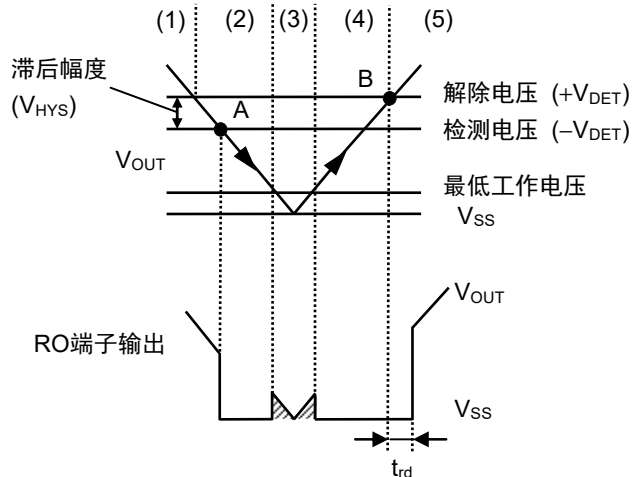

图23 检测器部分的时序图
- (1) 当稳压器的输出电压 (V_{OUT}) 大于或等于检测器的解除电压 ($+V_{DET}$) 时, N沟道晶体管 (N1, N2) 变为关, 向RO端子输出 "H"。此时, P沟道晶体管 (P1) 为开状态, 向比较器 (C1) 的输入电压为 $\frac{R_B \cdot V_{OUT}}{R_A + R_B}$ 。
- (2) 即使 V_{OUT} 降低到小于或等于 $+V_{DET}$ 时, 只要高于或等于检测电压 ($-V_{DET}$), 就能向RO端子输出 "H"。若 V_{OUT} 降低到小于或等于 $-V_{DET}$ (图23的A点) 时, 通过C1控制的N1变为开, C_{DLY} 被放电。同时, 由延迟电路控制的N2变为开, 向RO端子输出 "L"。此时, P1变为关, 向C1的输入电压为 $\frac{R_B \cdot V_{OUT}}{R_A + R_B + R_C}$ 。
- (3) 若 V_{OUT} 进一步下降到小于或等于最低工作电压时, RO端子的输出变得不稳定。若RO端子上被上拉时, 输出 "H"。
- (4) 若 V_{OUT} 上升到大于或等于最低工作电压时, 向RO端子输出 "L"。此外, 在 V_{OUT} 大于 $-V_{DET}$ 且小于 $+V_{DET}$ 的情况下, 输出为 "L"。
- (5) 再继续使 V_{OUT} 上升, 若上升到大于或等于 $+V_{DET}$ (图23的B点) 时, N1变为关, C_{DLY} 被充电。如 V_{DLY} 为阈值电压 (1.25 V (典型值)), 则由延迟电路控制的N2变为关, 向RO端子输出 "H"。